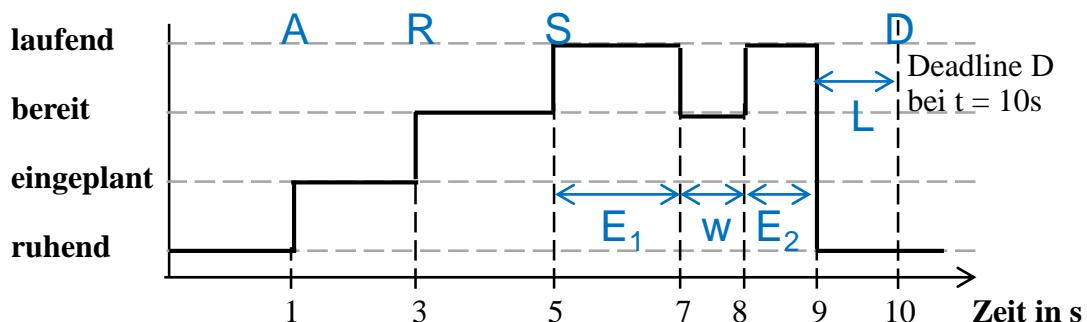

Bild 8.2: Verlauf Task Datenlogging
b) Für die Task *Datenlogging* ist folgender Verlauf gegeben (Bild 8.2). Bestimmen Sie die maximale Antwortzeitdauer und die maximale Ausführzeitdauer.